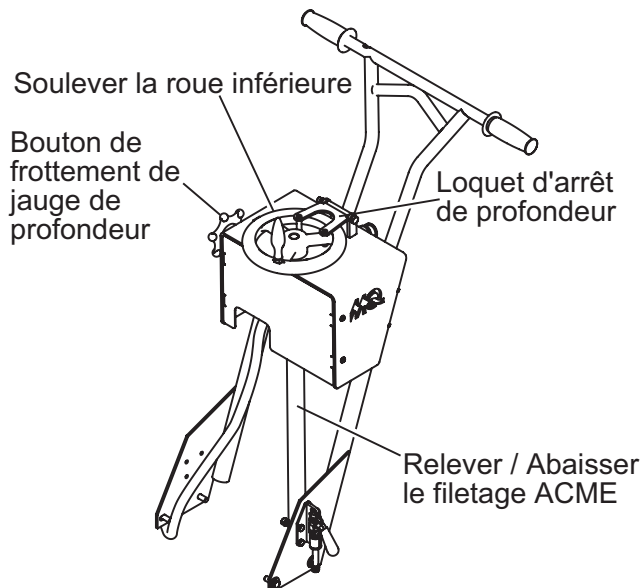

**Figure 12. Monter la lame de diamant**
5. Utilisez les écrous et les clés de blocage d'axe fournis pour retirer et installer la lame. (Figure 12)
3. Sélectionnez lame de diamant et montez la lame conformément à la figure 12.